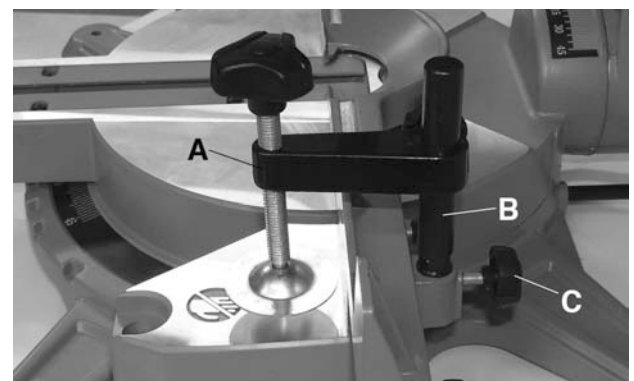

Figure 5
L'étau vertical (A, fig. 5) peut être installé à deux positions à gauche ou à droite du guide. Insérez la tige de l'étau (B) dans le trou du guide et serrez le bouton de verrouillage (C) pour immobiliser la tige de l'étau.